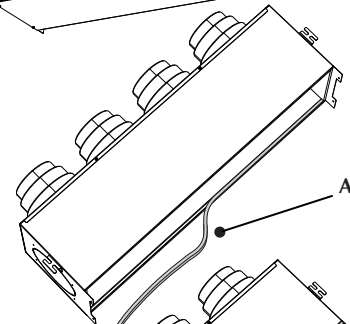

Fig.2
- Coller le côté adhésif du joint isolant le plus court (A) sur le pli du panneau de fermeture (fig. 2).
- Coller le côté adhésif des joints les plus longs sur le côté externe des plis (B) (fig. 2).